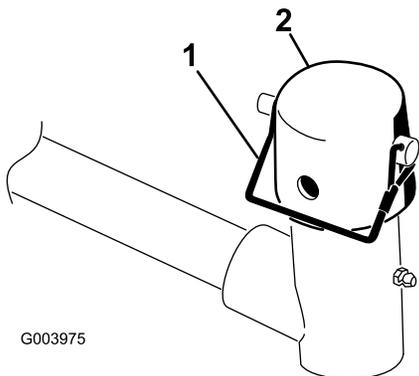

Рисунок 9
2. Снимите стопорный штифт и крышку с вилки шарнира подъемного рычага (Рисунок 9).
Примечание: При необходимости поворота режущего блока используйте паз; при необходимости фиксации режущего блока используйте отверстие (Рисунок 9).